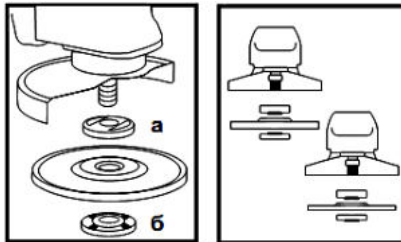

Рисунок 2
**4.4** Встановіть на виріб шліфувальний або відрізний круг. Для цього натисніть на кнопку фіксації шпинделя (3) і поверніть його до такого положення, при якому він зафіксується. За допомогою вилочного ключа з комплекту виробу відверніть і зніміть затискну гайку (б) (дивіться рисунок 2). Встановіть шліфувальний диск на посадкове місце фланцевої шайби (а) (рисунок 2), наживіть рукою затискну гайку на шпindel і затягніть її ключем з комплекту приладу.